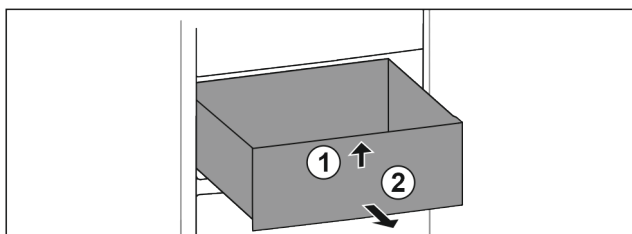

Fig. 99
- ▶ Nadzvedněte zásuvku vpředu. Fig. 99 (1)
- ▶ Vyměňte zásuvku dopředu. Fig. 99 (2)